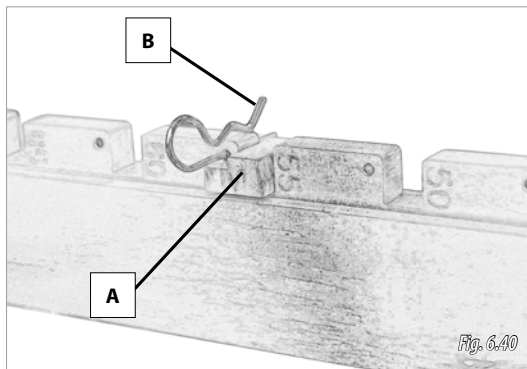

Fig. 6.40
- 2- Scoateți bolturile (B, Fig. 6.40) și tamponurile de deschidere (A, Fig. 6.40).